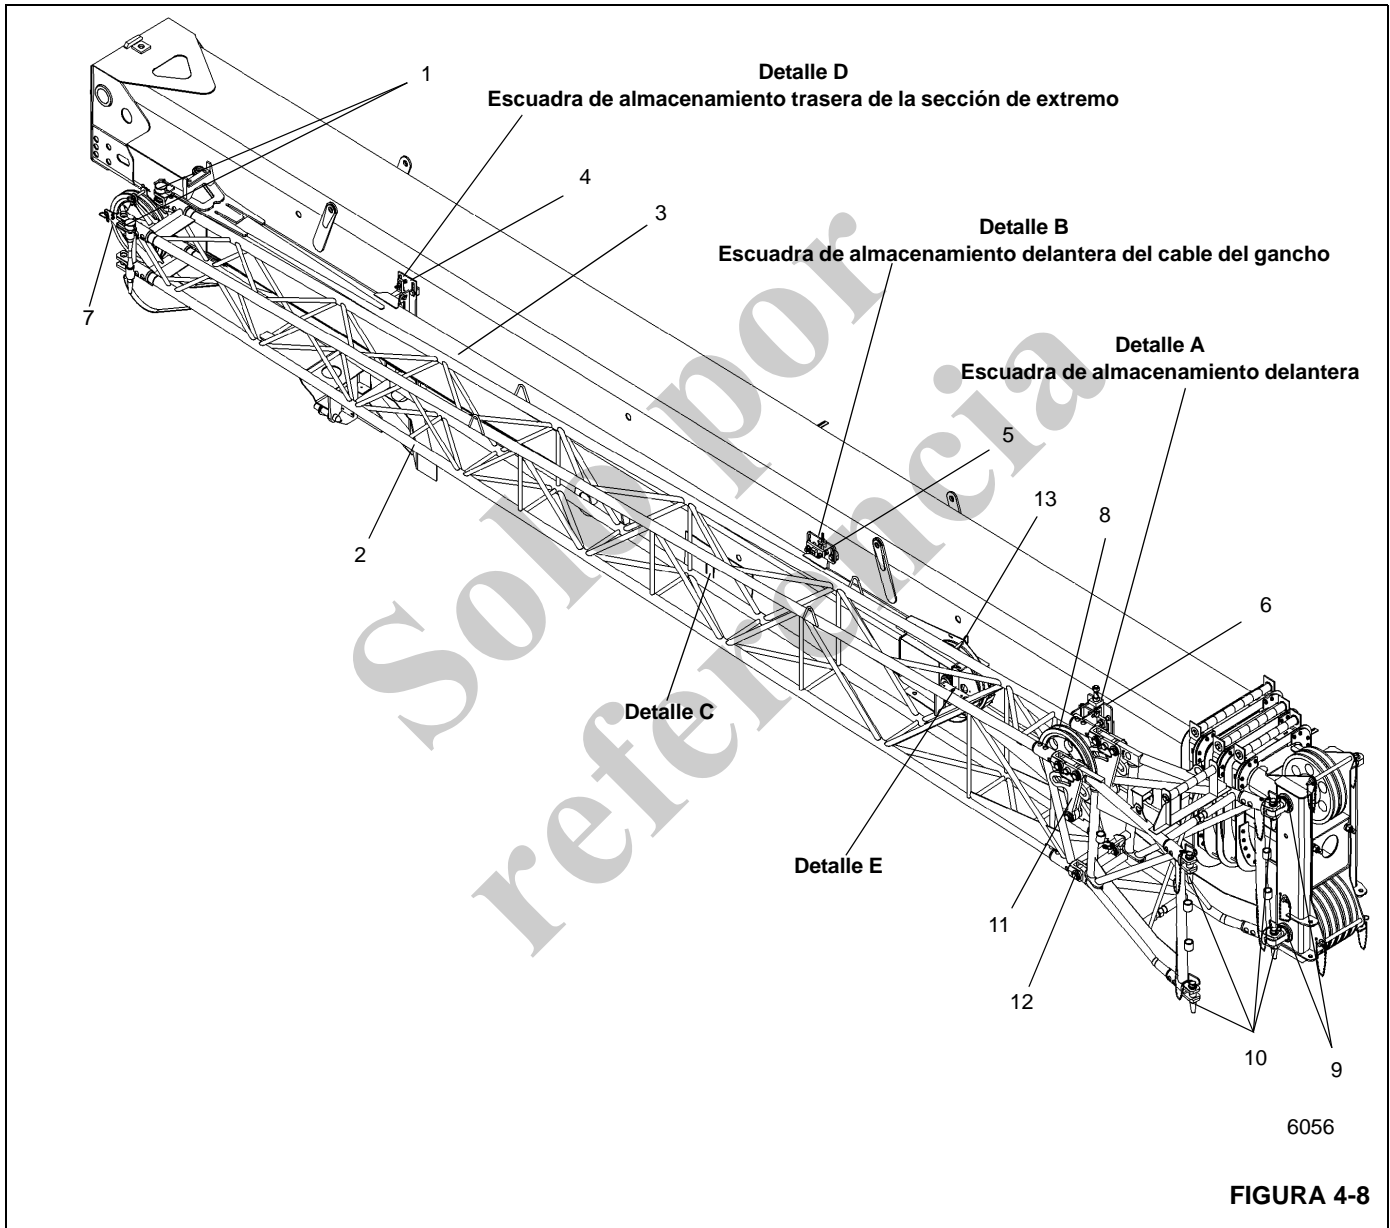

**FIGURA 4-7**
5. Extienda la pluma lo suficiente para desengranar el bloque de tope bajo tensión de resorte de la pluma (Figura 4-7).